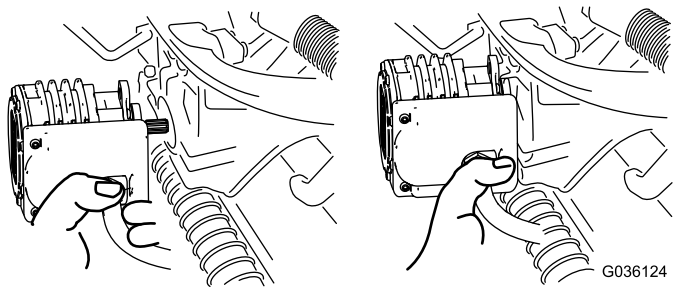

図 69
5. 外したモータは、サスペンションアームの前端にある一時保管位置にセットしておく 図 69。